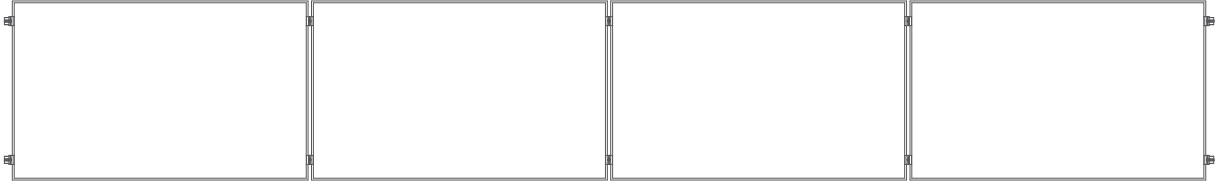
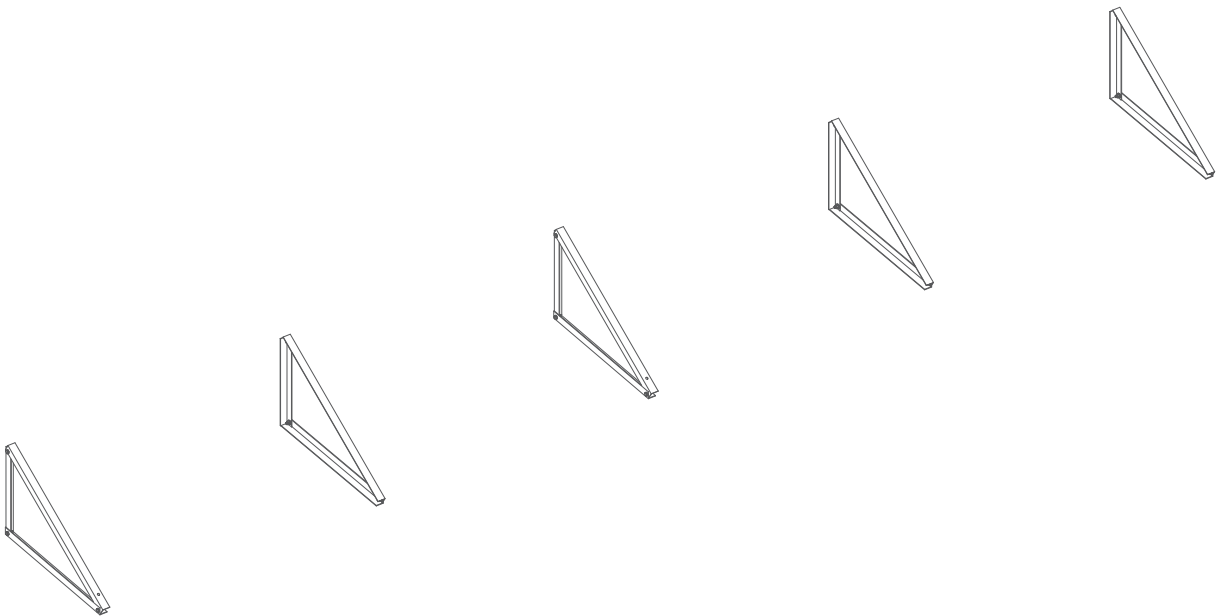

Abb. 1. Plan für die Anordnung der Module
Abb. 2. Anordnung der Montagetriangulate
- 1 Bevor Sie mit der Montage beginnen, sollten Sie den Plan für die Anordnung der Module (Abb. 1) und die Montagetriangulate (Abb. 2) festlegen. Die Art und Weise, wie die Montagekonstruktion am Dach befestigt wird, hängt von seiner Art ab und wird individuell ausgewählt.